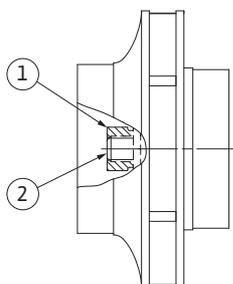

Fig. 52: Position correcte de l'écrou de blocage de roue après le montage
29. Maintenir l'arbre (voir l'étape 24) et serrer l'écrou de blocage de roue au couple de serrage prescrit (voir liste « Tableau 11 : Couples de serrage des vis », page 178). L'écrou (Fig. 52, pos. 1) doit être à fleur avec l'extrémité de l'arbre (env.  $\pm 0,5$  mm) (Fig. 52, pos. 2). Si ce n'est pas le cas, desserrer l'écrou et répéter les étapes 25 à 29.